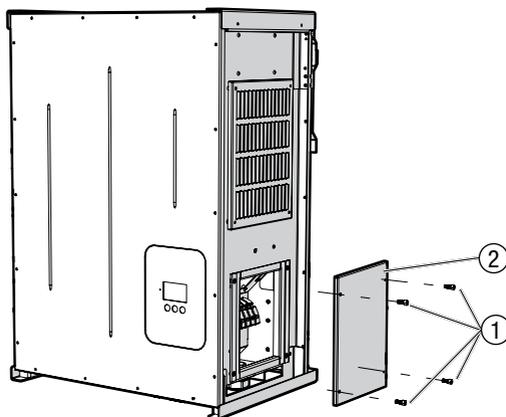

Figura 11 Rimuovere il coperchio
4. Rimuovere le viti M6 (Figura 11/Pos. 1) dal coperchio.
5. Rimuovere il coperchio (Figura 11/Pos. 2).